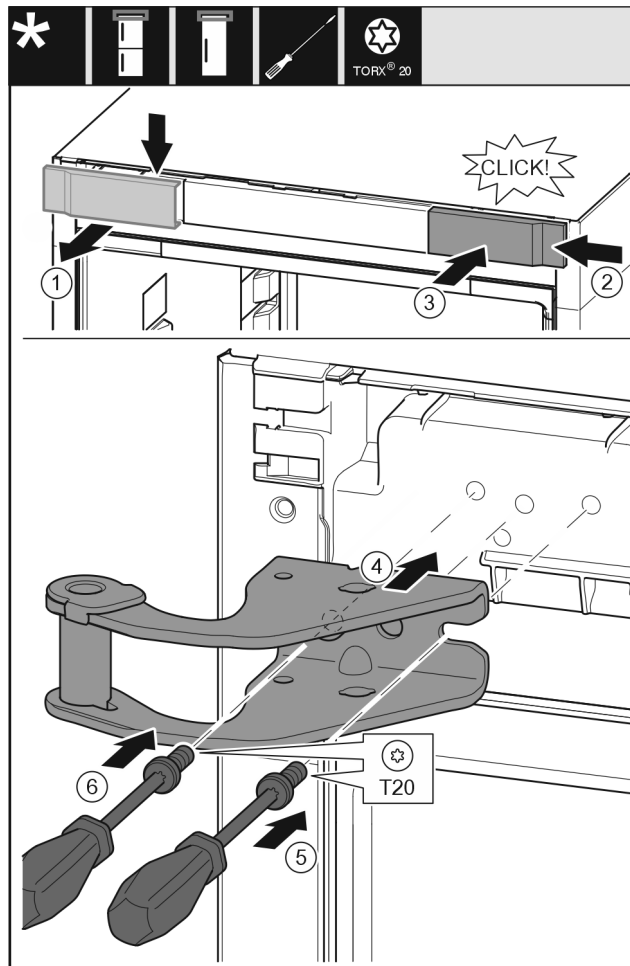

Fig. 14
- Odoberte kryt Fig. 14 (1) zhora dopredu.
- Zaveďte kryt Fig. 14 (2) na druhú stranu sprava otočený o 180°.
- Zaklapnite kryt Fig. 14 (3).
- Nasadte hornú ložiskovú konzolu Fig. 14 (4).
- Nasadte skrutku Fig. 14 (5) a pevne ju zaskrutkujte skrutkovačom.
- Nasadte skrutku Fig. 14 (6) a pevne ju zaskrutkujte skrutkovačom.